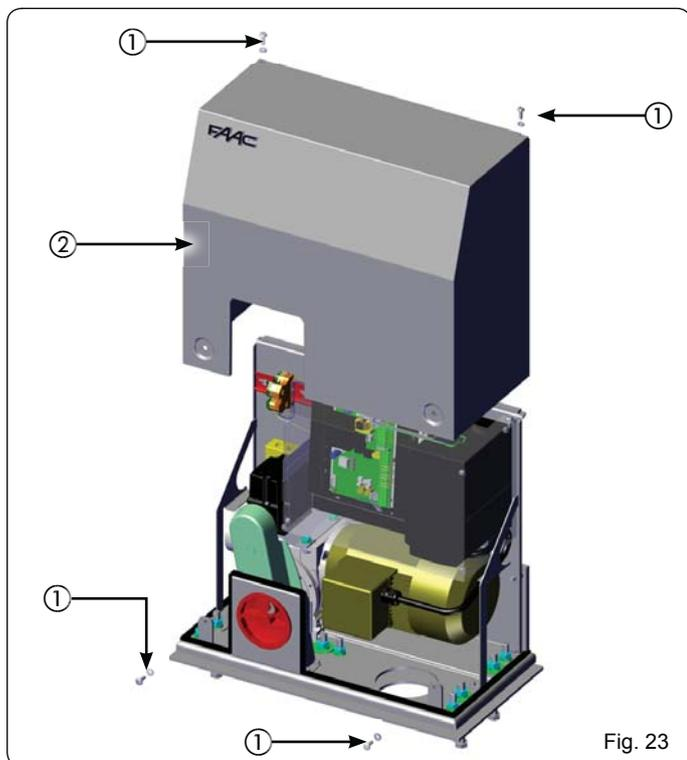

Fig. 23
Monte de nuevo la protección transparente del equipo electrónico. Monte el cárter (Fig. 23 ref. ②) y fíjelo con los cuatro tornillos (Fig. 23 ref. ①).